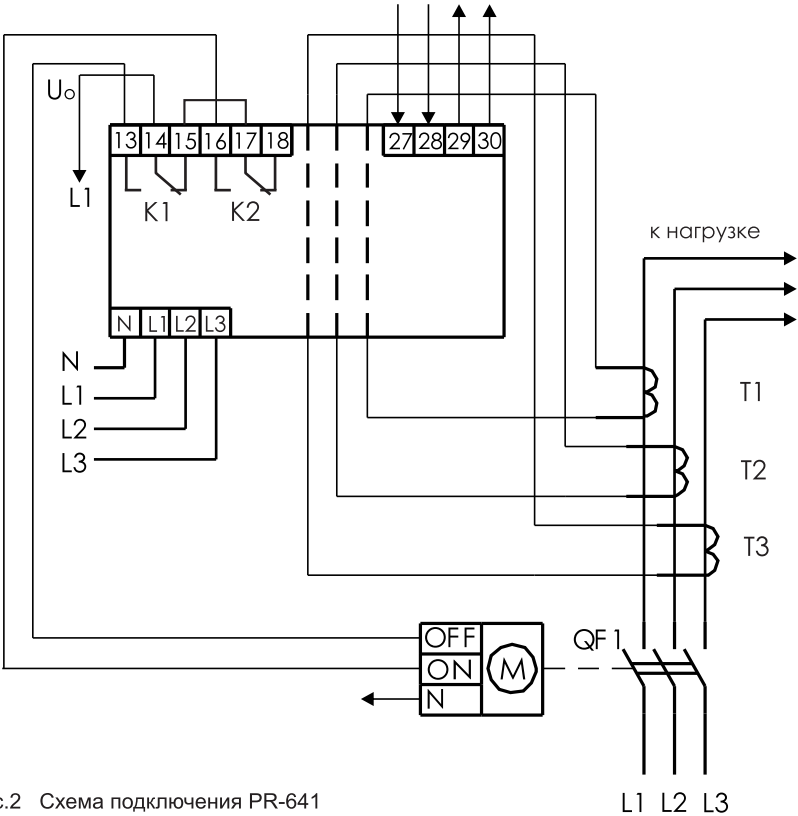

Рис.2 Схема подключения PR-641
1. Подключить изделие согласно схеме рис. 2